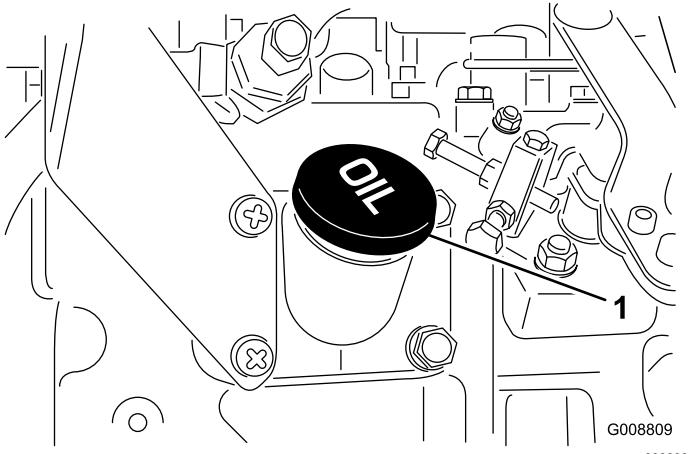

Figura 19
- Se l'olio non raggiunge i parametri di sicurezza, togliete il tappo di riempimento (Figura 19) e aggiungete olio finché il livello non raggiunge la tacca Full. **Non riempite troppo.**